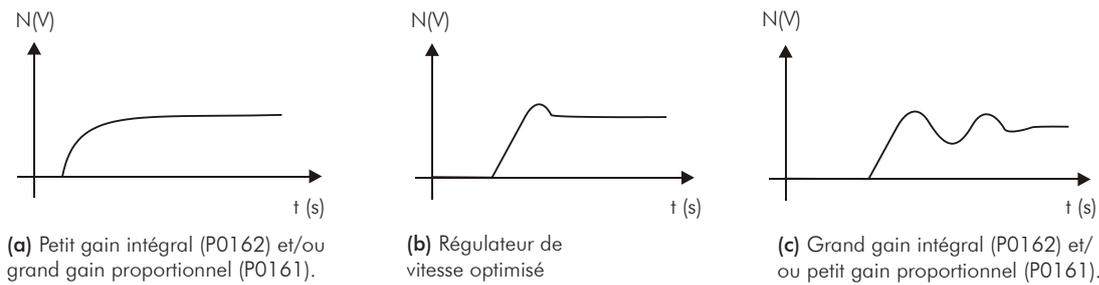

Figure 11.4 - Types de réponse des régulateurs de vitesse
6. Vérifier parmi les options de la Figure 11.4 à la page 11-18, dont la forme d’onde représente le mieux le signal observé.
7. Régler P0161 et P0162 selon le type de réponse présenté sur la Figure 11.4 à la page 11-18.